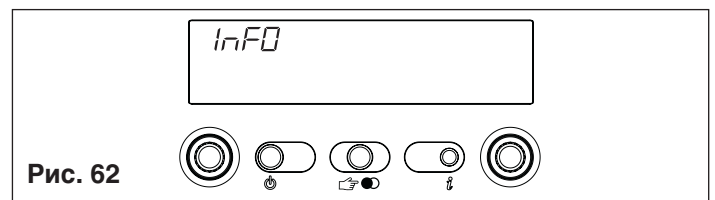

Рис. 62
При нажатии кнопки дисплей погаснет и будет гореть только надпись InFO (рис.62). При нажатии кнопки котел позволяет отобразить некоторую полезную информацию, относящуюся к его работе. При каждом нажатии этой кнопки будет отображаться следующая информация. Если не нажимать больше эту кнопку, система автоматически вернется к стандартному отображению.
**Info 0** отображается надпись InFO (рис.62)